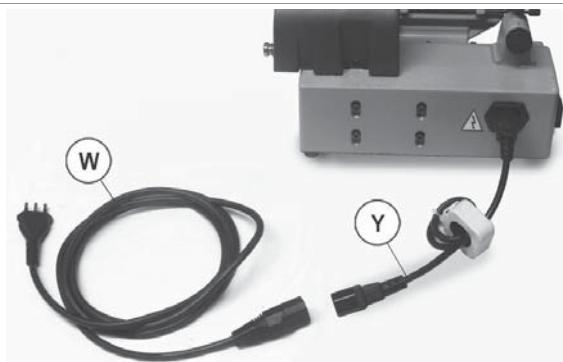

Fig. 13
- 1) Conectar el cable con ferrita (Y) a la máquina (Fig. 13).
- 2) Conectar el cable para suministro de corriente (W) al cable con ferrita (Y).